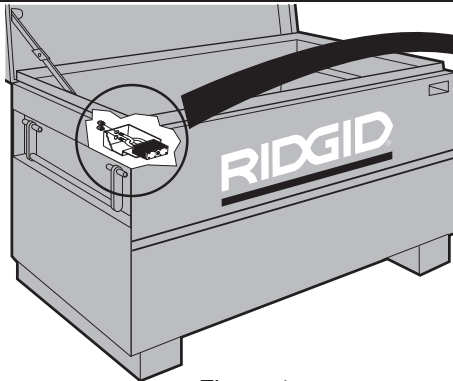

Figure 1
2. Glissez le verrou par le logement du verrou à l'avant de la boîte (figure 1).